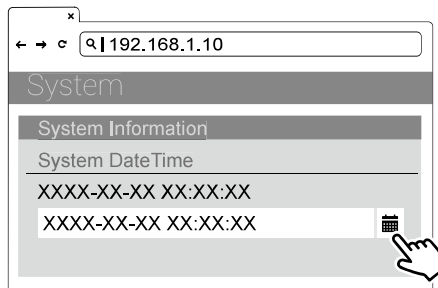

Abbildung 41. Datum/Uhrzeit auswählen
- 4) Wählen Sie die Kalendertaste auf der rechten Seite, um das aktuelle Datum und die aktuelle Uhrzeit einzustellen. Siehe Abbildung 41.